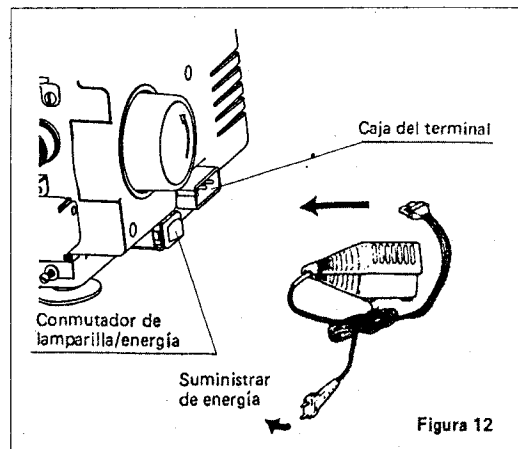

Figura 12
- Enchufe el cable del pedal a la caja del terminal (Figura 12) y enchufe la maquina a la red eléctrica.